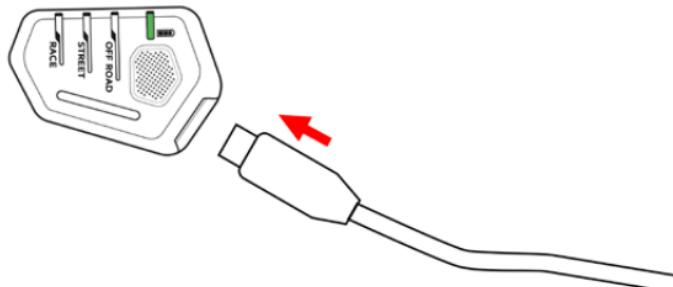

Abbildung 13: Batteriestands-LED (3d) blinkt während des Aufladens des Systems
Das System wird mit einem USB-Ladekabel Typ C (7) geliefert. Um das System aufzuladen, muss der Benutzer das mit dem System gelieferte Standard-USB-Ladekabel (7) an den Typ-C-USB-Ladeanschluss (3e) auf der LED-Anzeige (3) anschließen. Sobald das System aufgeladen ist, zeigt die LED-Anzeige (3) verschiedene blinkende Farben in der Batteriestands-LED (3d) an, wie in Abbildung 13 dargestellt, entsprechend der Beschreibung in Abschnitt 8, „Zusammenfassung der LED-Anzeigen (3)“. Laden Sie das System vor der ersten Verwendung vollständig auf.